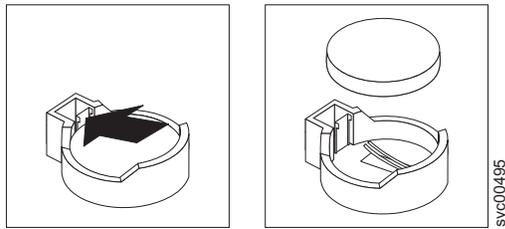

図 136. SAN ポリユーム・コントローラー 2145-8A4 CMOS バッテリーの取り外し
7. 図 136に示すように、CMOS バッテリーを取り外します。